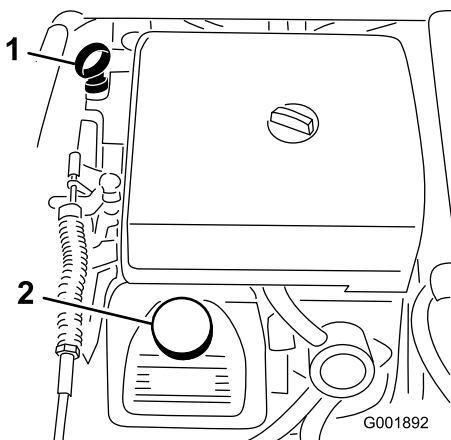

Figura 20
2. Retire a vareta e limpe-a com um pano limpo (Figura 20). Volte a colocar a vareta no tubo e verifique se está completamente introduzida. Retire a vareta e verifique o nível de óleo.
3. Se o nível de óleo estiver baixo, deverá retirar a tampa de enchimento da cobertura da válvula (Figura 20) e deitar óleo na abertura até que o nível suba até à marca "Full" (Cheio) da vareta; consultar a secção Manutenção do óleo do motor, Manutenção do motor, página 42, acerca do tipo e viscosidade do óleo. Adicione o óleo lentamente e verifique o nível com alguma frequência durante o procedimento. Não encha demasiado.